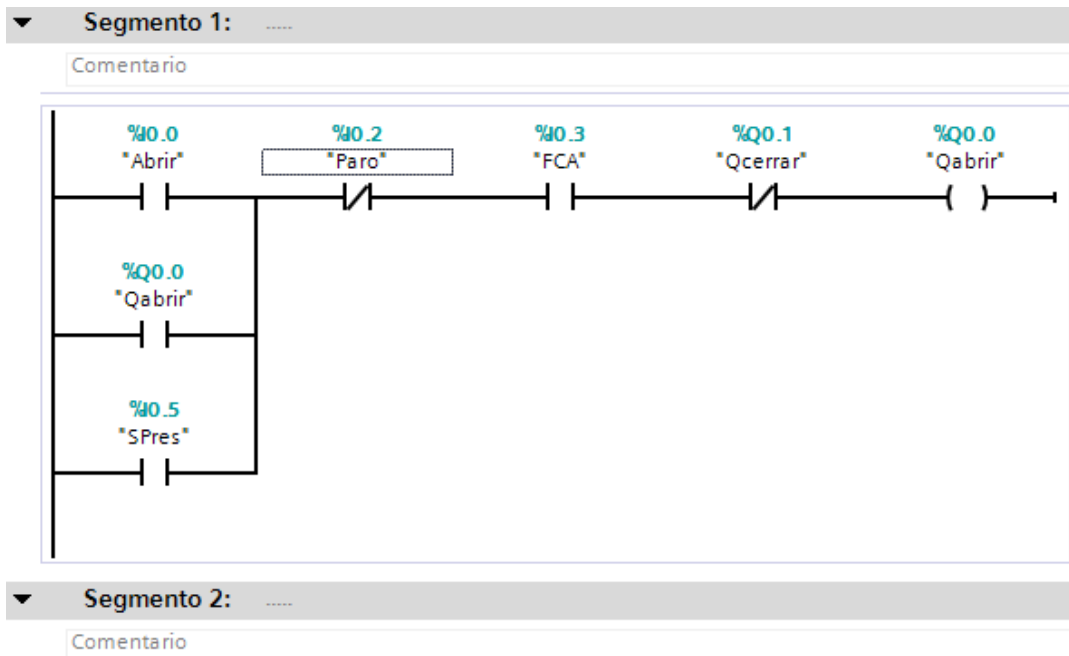

Figura 18. Segmento 1 completo.
18. A continuación se asignarán las variables de los contactos y bobinas, para ello de doble clic sobre la dirección predeterminada <???.?> del primer contacto y escriba "Abrir", verá que en cuanto escriba la primera letra el programa le mostrará variables definidas que empiecen con esa letra, de doble clic sobre la variable "Abrir" para seleccionarla. Realice el mismo procedimiento para los demás elementos. El segmento 1 completo se muestra en la Figura 18.